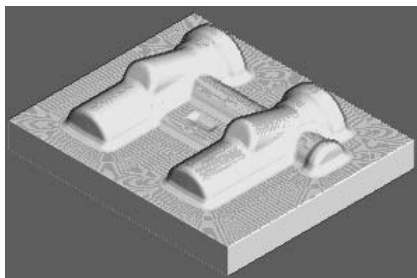

图 3-132 仿真加工结果 2
2) 在“仿真”工具栏的“当前刀具路径”下拉列表中选择要模拟的刀具路径 semi\_finish，然后单击“执行”按钮, 系统开始自动仿真加工，仿真加工结果如图 3-132 所示。